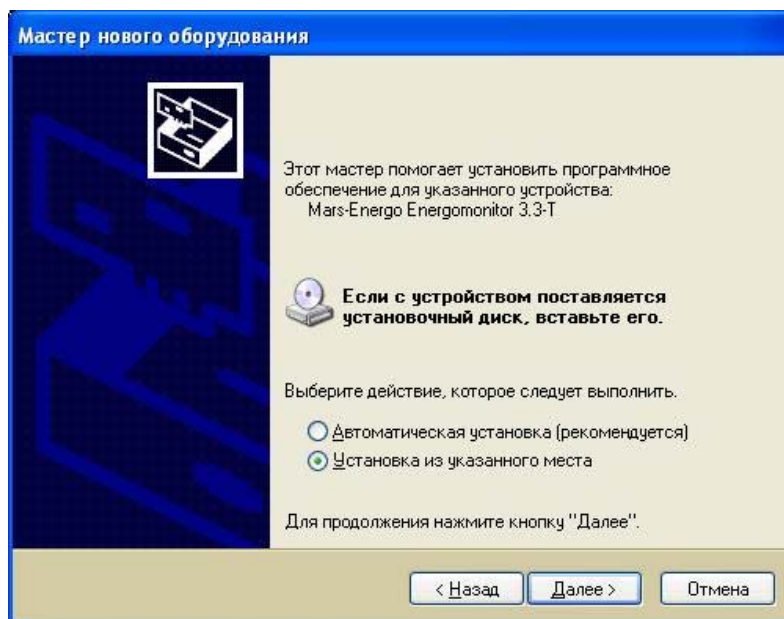

Рис. 3
3. В открывшемся окне (рис. 3) отметить пункт «Установка из указанного места» и нажать «Далее >».